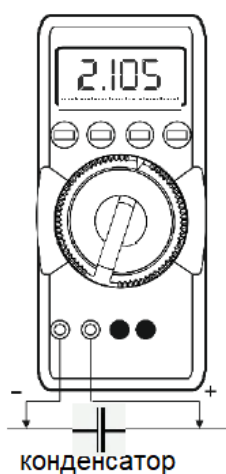

Рис.6.3
4. Считать результат с экрана ЖК-дисплея (см. рис. 6.3).